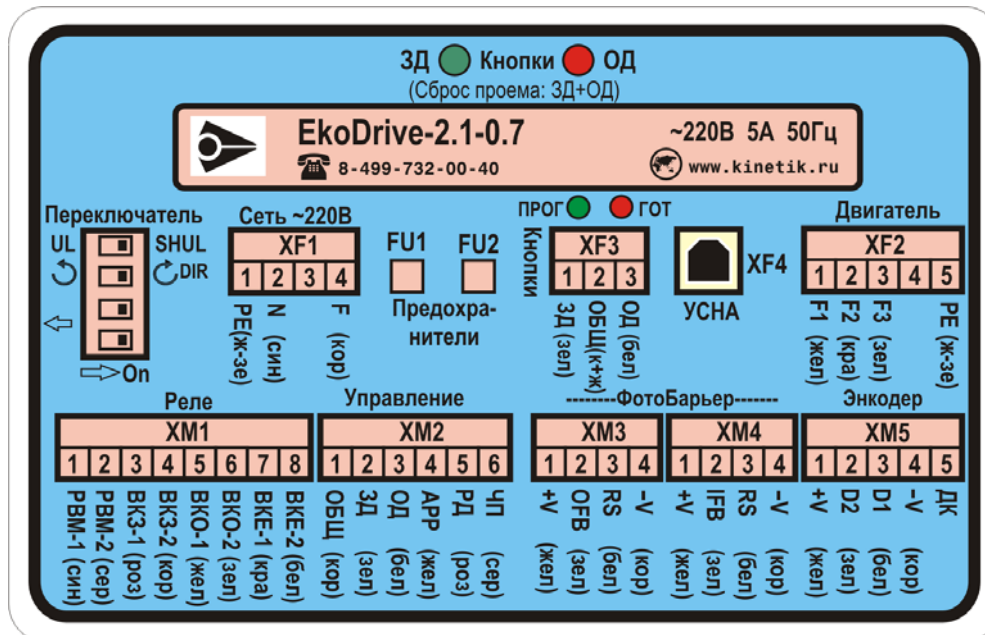

Рис. 1. Схема подключения внешних контактов *Устройства*, если провода от XM1 и XM2 выводятся отдельными кабелями по 8 и 6 проводов соответственно.
5.2. Подключите входы и выходы *Экодрайв-2.1-0.7*, в дальнейшем *Устройстве*, к лифтовой станции по цветам согласно наклейке на лицевой панели *Устройства* (рис.1).
5.16. Проведите измерение дверного проема лифта. Чтобы сбросить записанный ранее проем, нужно одновременно нажать **2 кнопки** на лицевой панели *Устройства* (рис.1) и подождать в таком состоянии 1.5 сек, пока не загорится зеленый светодиод 'Прог'. Далее можно перемерить проем заново, для этого нужно: полностью открыть, затем закрыть и еще раз открыть дверь. Команды подавать согласно **5.14**.